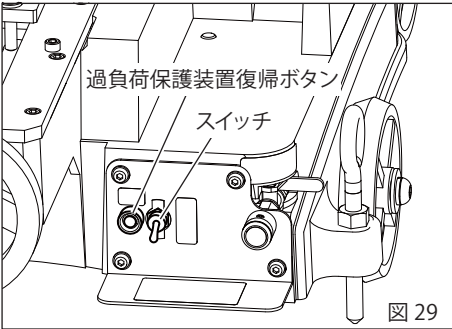

図 29
3. 切断中にモータが停止した場合（図 29）
- ①スイッチを OFF にする
- ②原因を取り除く
- ③スイッチの下にある過負荷保護装置復帰ボタンを押す（図 29）